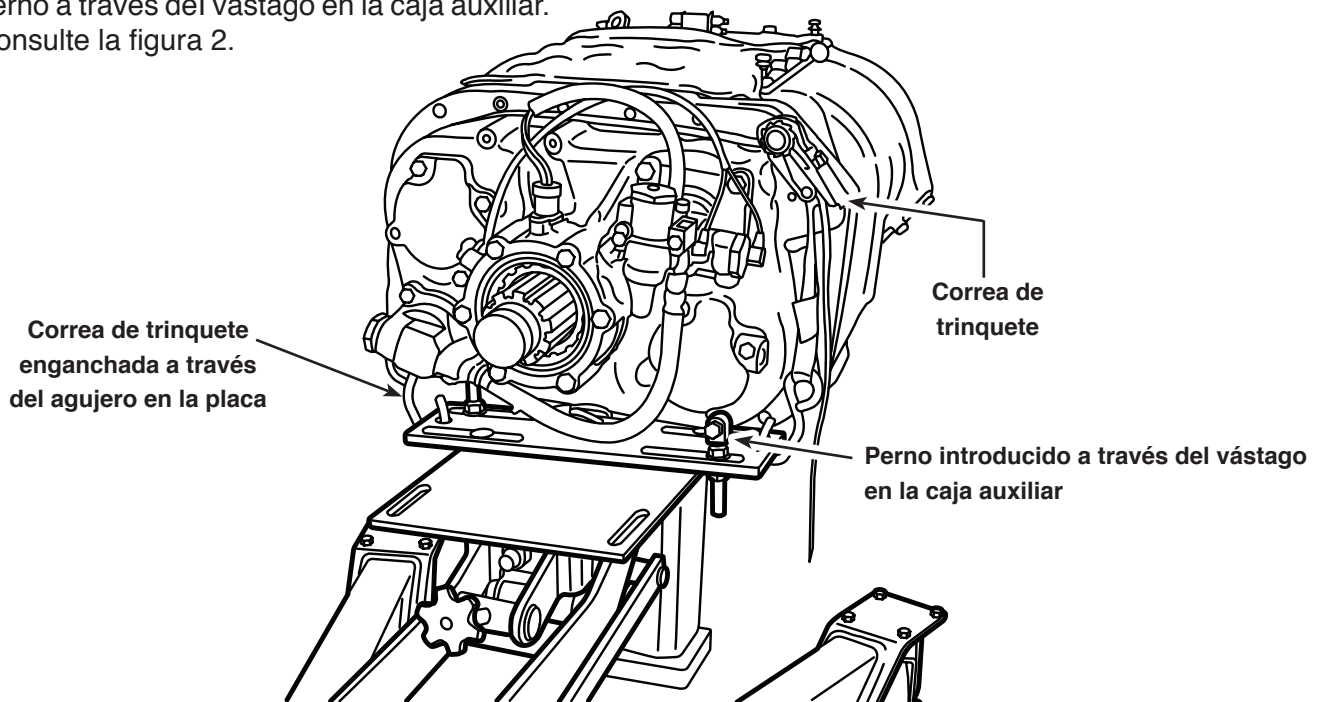

Figura 2
6. Ponga el gato debajo de la transmisión, alineando el vástago en el agujero donde se quitó el perno en la caja auxiliar. Introduzca el perno a través del vástago en la caja auxiliar. Consulte la figura 2.
8. Instale la correa con trinquete incluida para asegurar la caja auxiliar al gato de transmisión. Consulte la figura 2. Conecte los ganchos en el extremo de la correa de trinquete en las ranuras proporcionadas en la placa de montaje u otras ubicaciones idóneas.